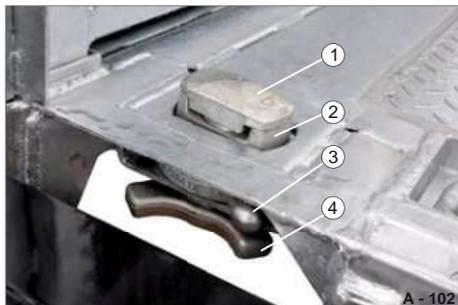

Fig. 155 Panoramica del Twist-Lock
- Svitare il dado di serraggio (Fig. 155/4).
- Ruotare la boccola scanalata (Fig. 155/3) verso destra.
ÿ Svitare il dado di serraggio (Fig. 155/4).